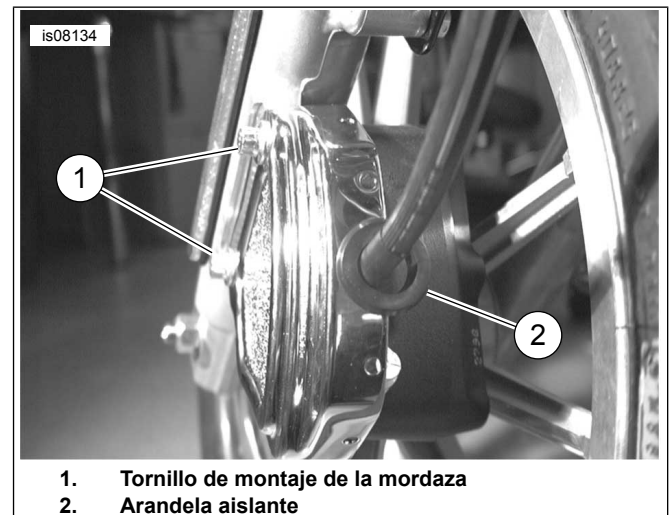

Figura 2. Apriete de los tornillos de montaje de la mordaza e instalación de la arandela aislante
4. Vea Figura 2. Inserte la arandela aislante dentro del recorte semicircular en la cubierta exterior.
5. Vea Figura 2. Apriete el tornillo de montaje inferior de la mordaza a 37,9-51,5 N·m (28-38 lb-pie) y luego apriete el tornillo de montaje superior a 37,9-51,5 N·m (28-38 lb-pie).